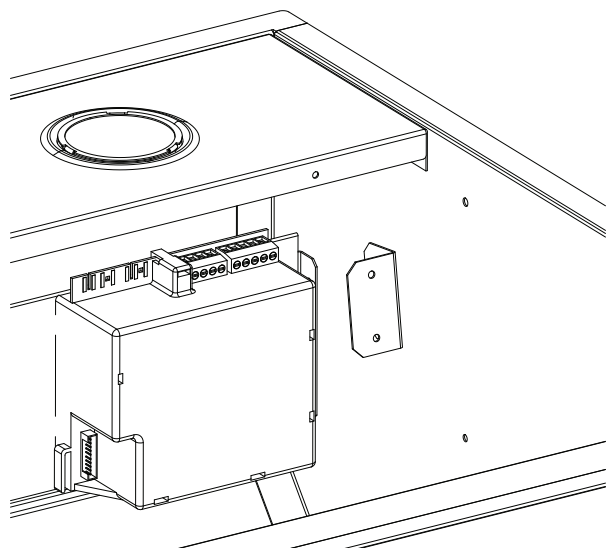

Figure 5 : Raccordement de la boîte à relais
- Débranchez le faisceau de fils qui va du panneau de la commande à distance à la boîte à relais (Figure 5).
d) Branchez le faisceau compris dans la trousse de la commande à distance de fils dans la boîte à relais (Figure 5).